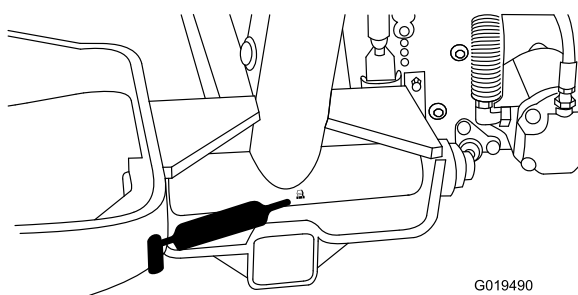

Figura 49
- Articulação do braço de elevação (3) (Figura 49)